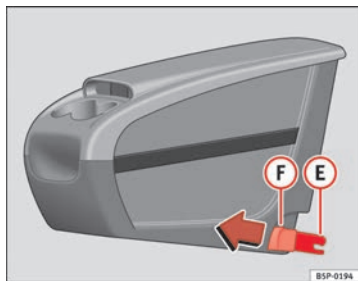
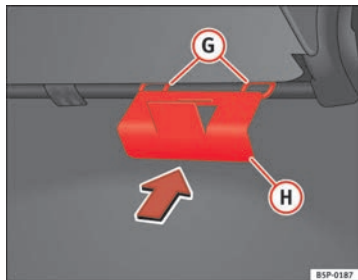

Abb. 112 Zusätzliche Ablage. Anbringen
Abb. 113 Halteplatte der zusätzlichen Ablage
- Die Halteplatte (H) ⇒ Abb. 113 der zusätzlichen Ablage vom Fahrzeuginnern aus auf der Rückseite des Sitzes befestigen. Sie muss sich zwischen der Lehne und dem Sitzkissen im Bereich des mittleren Rücksitzes befinden.
- Die beiden Befestigungselemente (E) ⇒ Abb. 112 zu den beiden Befestigungsringen (G) ⇒ Abb. 113 ausrichten und die beiden Klammern vollständig in die Befestigungsringe eindrücken.
- An den Knöpfen ⇒ Abb. 112 (F) der Klammern nach vorne ziehen (rote Knöpfe), bis sie hörbar ausgehängt sind.